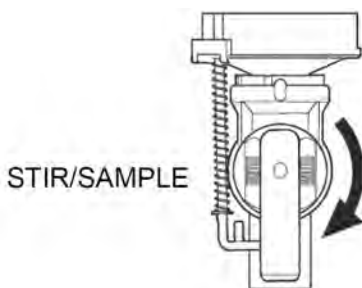

Рисунок 4.5 – Перевод клапана в положение STIR/SAMPLE
3. Для отбора пробы переведите клапан в положение STIR/SAMPLE (рис. 4.5). Контролируемый допуск воздуха позволит равномерно перемешивать пробу. Если сборный резервуар наполнен молоком менее чем наполовину, перемешивайте содержимое в течение 5 с. Если резервуар наполнен более чем наполовину – в течение 10 с.